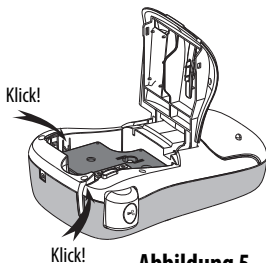

Abbildung 5
- 4 Drücken Sie die Kassette fest ein, bis sie einrastet. Siehe Abbildung 5.